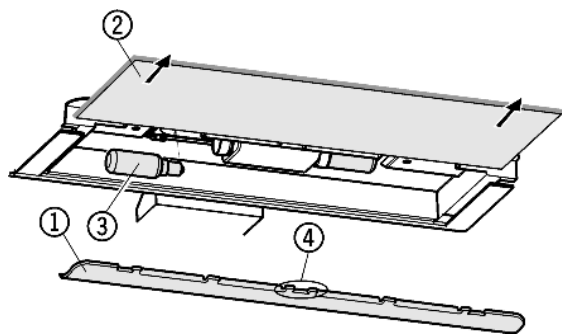

Fig. 18
- ▶ Enlever l'écran protecteur Fig. 18 (1) : saisir avec les doigts derrière l'écran protecteur et le faire déclipeter.
- ▶ Ôter la plaque de verre Fig. 18 (2).
- ▶ Remplacer l'ampoule Fig. 18 (3).
- ▶ Remettre en place l'écran protecteur : le faire encliqueter à droite et à gauche et veiller à ce que le crochet Fig. 18 (4) du milieu saisisse au-dessus de la plaque de verre.